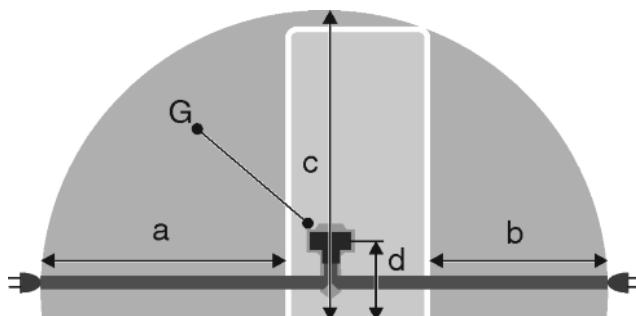

Fig. 28
- Utičnica se nalazi izvan područja bočne strane uređaja u navedenom području Fig. 28 (a, b, c).
- Utikač uređaja Fig. 28 (G) utaknite na stražnju stranu uređaja. Pripazite da ispravno uskoči.